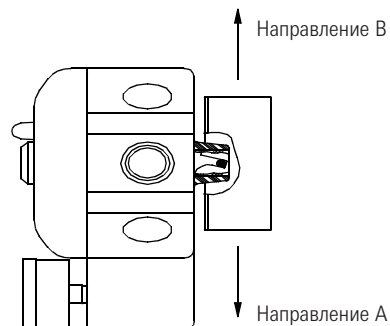

Рисунок 5-1
Поставляемый вместе с указателем положения магнитный блок должен соответствовать длине зонда и направлению отказа исполнительного механизма. Для того, чтобы убедиться в том, что у вас именно то оборудование, которое необходимо, произведите его осмотр с целью определения длины зонда и направления отказа. На более старых версиях SmartCal на магнитном блоке данная информация не указывалась, хотя там все же должен быть указан порядковый номер. Для подтверждения соответствия магнитного блока с исполнительным механизмом свяжитесь с предприятием-изготовителем и сообщите ему серийный номер (См. Рис. 5-1 и Рис. 5-2).
- В случае линейного варианта, блок обратной магнитной связи необходимо заказывать в полном соответствии с ходом исполнительного механизма и его направлением отката. (См. Рис. 5-1 и 5-2).